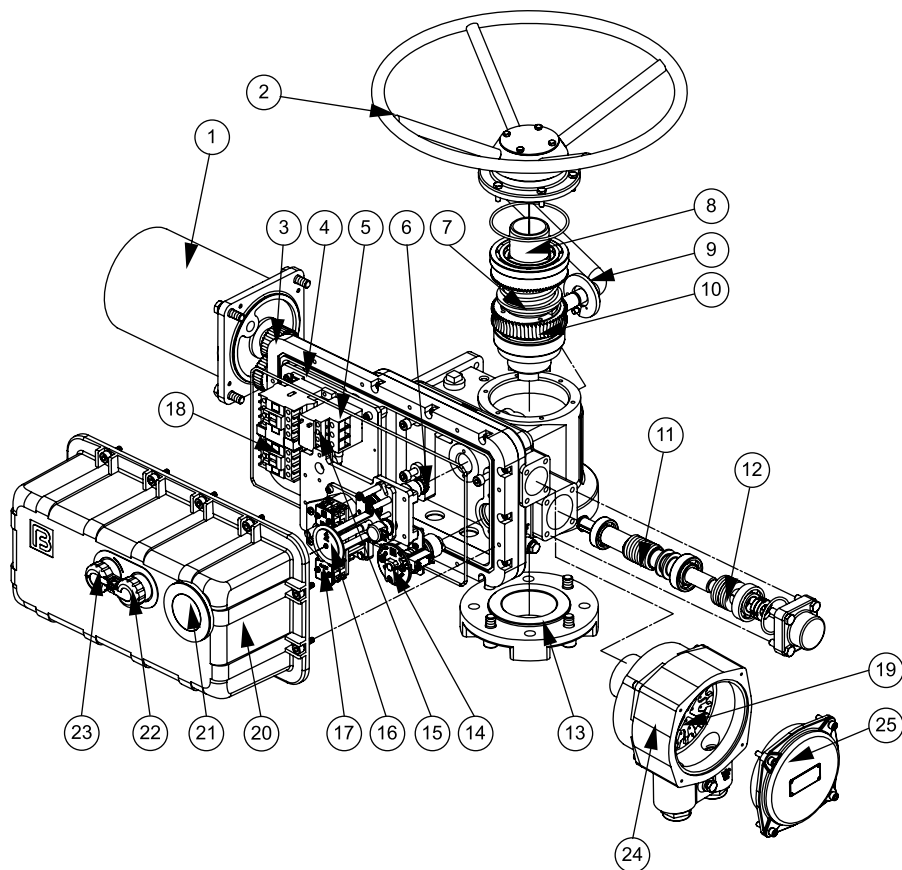
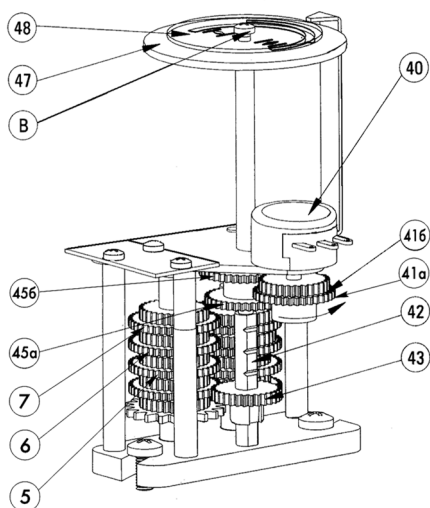
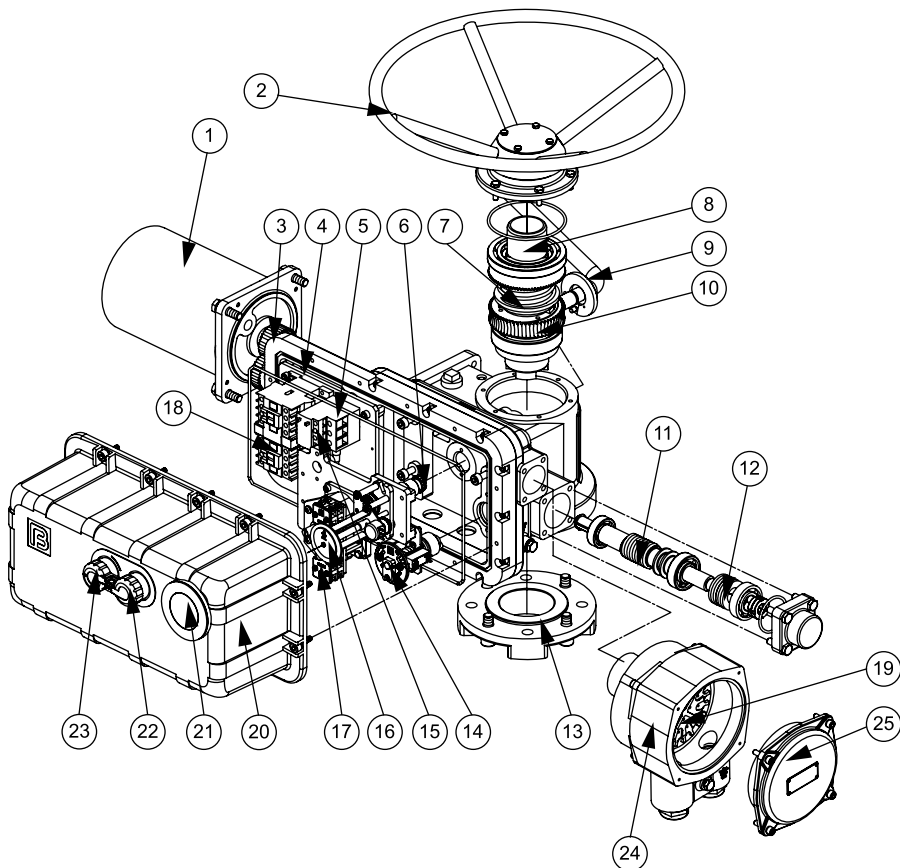

Рис. 1 Интегрированные электроприводы серии ГЗ-ВА, ГЗ-ВБ КС (без контроллера)
Рис. 4 Индикатор положения затвора арматуры
Рис.5 Интегрированные электроприводы серии ГЗ-ВВ, ГЗ-ВГ, ГЗ-ВД КС (без контроллера)
2.1 Электроприводы серии ГЗ-ВА и ГЗ-ВБ КС (рис. 1)
Индикатор положения затвора арматуры (16) (рис. 1) состоит из набора установочных шестерен, потенциометра (40) (рис. 4), регулируемых дисков с указателем положения затвора (47, 48). На стержне (42) имеется 4 зубчатых зацепления, позволяющих фиксировать шестерню (43), для трехступенчатой индикации положения затвора арматуры.
Вращение от электродвигателя (1) (рис.1) через прямозубую цилиндрическую шестерню передаётся на червячный редуктор, который обеспечивает вращательное движение выходного вала и через кулачковую муфту преобразуется в поступательное движение штока затвора арматуры.
Индикатор положения затвора арматуры (16) (рис. 1) механически связан с валом ограничителя хода выходного вала. После надлежащей настройки указания индикатора соответствуют определенным положениям затвора арматуры независимо от режима работы электропривода – ручного или электрического.
2.2 Электроприводы серии ГЗ-ВВ, ГЗ-ВГ, ГЗ-ВД КС (рис. 5)
При пуске электропривода вращение от электродвигателя (1) (рис. 1, рис. 5) передается выходному валу через прямозубую цилиндрическую шестерню, червячный вал и червячное колесо. Через переходной вал вращение также передается на ограничитель хода выходного вала (17) и индикатор положения затвора арматуры (16), что позволяет автоматически выключаться электродвигателю при достижении электроприводом заданных параметров.